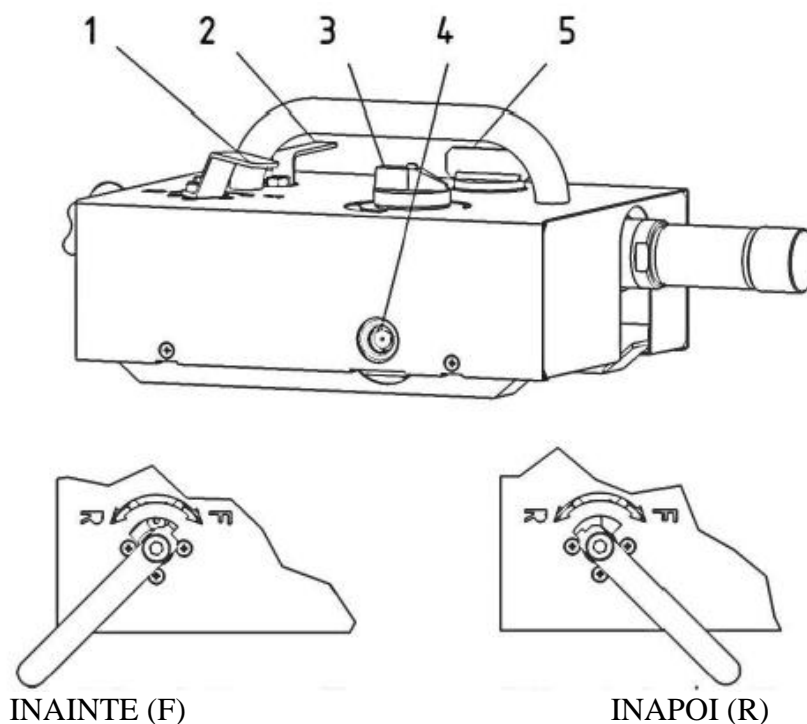

Figura 9.4.1
Lubrifiantorul (figura 9.4.1.) include:
- Supapa pentru reversare (1). Pozitiile posibile ale manetei de control si directiile corespunzatoare ale rachetei MAX (inainte-inapoi) sunt aratate in figura 9.4.1
- Buton de reglare ulei (3) pentru reglarea cantitatii de ulei din aer. (min-max; prin rotire spre stanga creste cantitatea de ulei in aer)
- Bula de nivel (vizorul) pentru ulei (4)
- Buson pentru umplere cu ulei (5)